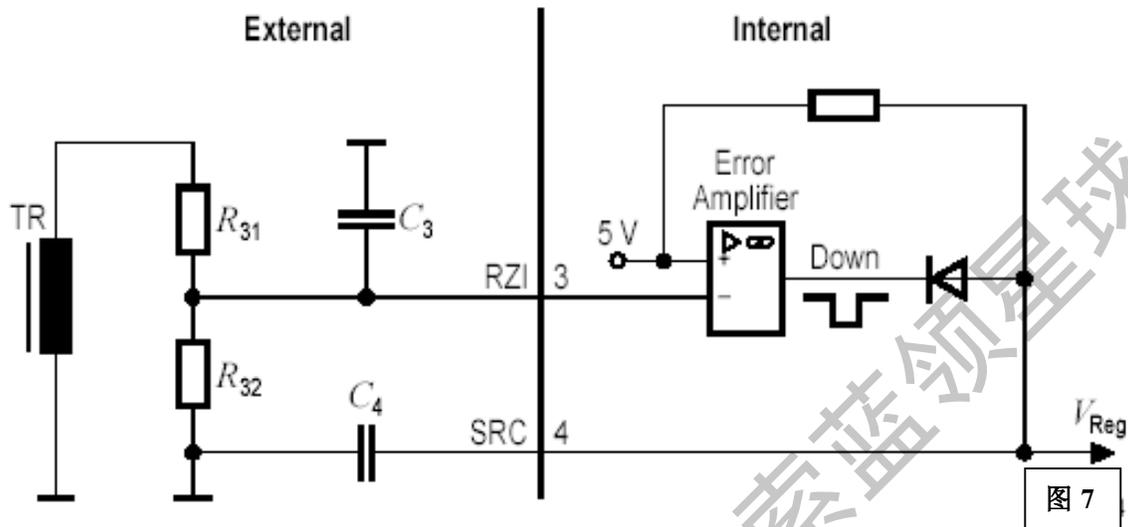
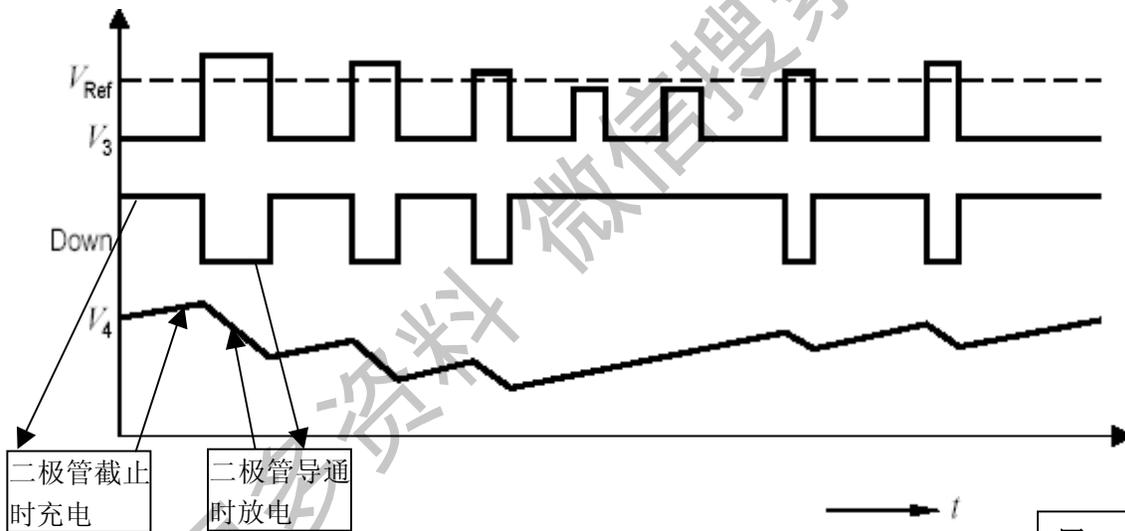

图 7
图 8
如图 7 所示, IC 内部有一个 Error Amplifier 误差放大器, 由开关变压器次级绕组感应到的开关脉冲经过 R31 与 R32 分压后, 送到 IC(3)脚, 即误差放大器的负端。当输出电压较高时, 如 (3) 脚的脉冲电压大于 5V, 误差放大器将输出低电平, 二极管导通, 经过 C4 平滑后, 参考电压 V_{reg} 变低, 此参考电压通过控制电压缓冲器 BCV 使控制电压也变小, 因此输出电压将自动调低; 反之输出电压较低时, 如其脉冲低于 5V, 误差放大器将输出高电平, 二极管截止, 由于电容 C4 的存在, 5V 对参考电压 V_{reg} 充电, 参考电压升高, 控制电压也升高, 因此输出电压将自动调高, 可见该脚有一定的稳压控制作用。图 8 显示了调整的整个过程。IC(3)脚外接电容 C3 除了对过零信号延迟外, 还起对开关管截止后产生的尖峰脉冲进行平滑的作用。
PIN4 为软启动控制端, 其外接电容 C4 为软启动电容。如图 7 所示, 刚开机时, 内部 5V 电源对该脚的外接电容 C4 充电, 参考电压 V_{reg} 缓慢上升, 经控制电压缓冲器 BCV 使控制电压也缓慢上升, 因此开关管的导通期将缓慢增加, 逐渐展宽, 使整机各点处于低压小电流的工作状态, 从而保护开机瞬间各元器件不被浪涌电流和